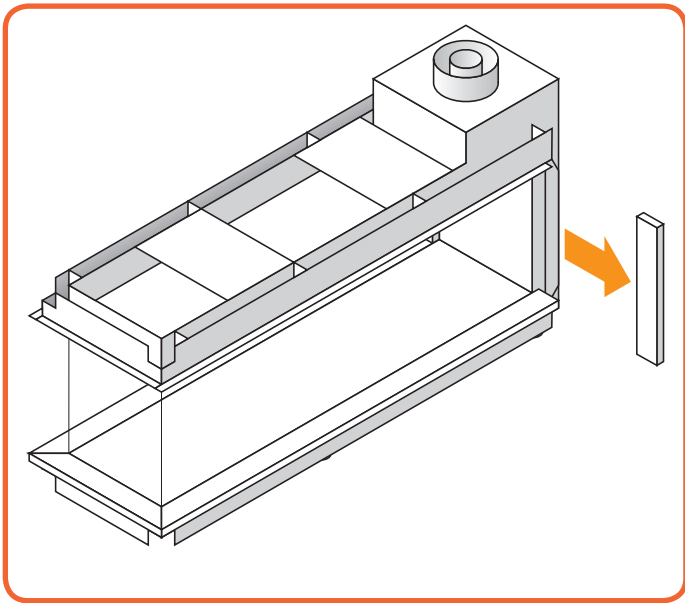

Figure 10.9 - Retirez les montants latéraux
- Retirez les montants latéraux et le montant inférieur. Ils sont maintenus par des pinces aimantées, **Figure 10.9** et **10.10**.